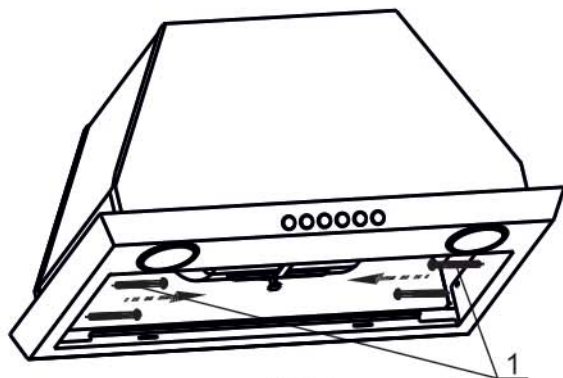

РИС. 4
- затем, отвернув четыре винта 1 (рис. 4), аккуратно снимите нижнюю панель врезного блока;